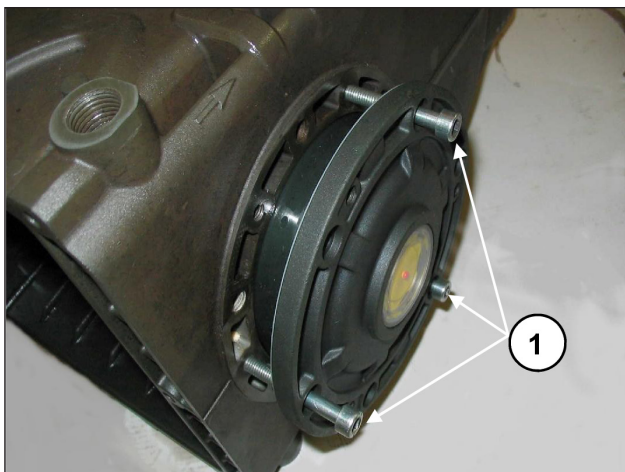
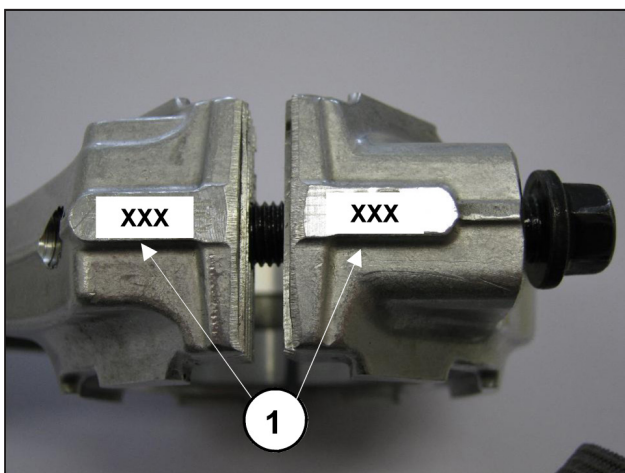

图 8
图 9
为了便于第一部分的注油和盖子在泵壳的插入，建议使用3个部分螺纹的M6×40螺丝(图 8, ①)，然后通过随附螺丝(M6x18)完成操作。
将连杆帽连接到相应连杆柄，注意编号（图 9，部件号①）。
将两个侧盖靠近泵壳时，可如图8所述在初步定向阶段时使用3个M6X40螺丝，并在最后固定时使用预定的螺丝。在连杆已连接时，轴的转动扭矩不得超过8牛米的数值。
拆除侧盖后，如2.1.1一节所示，从相应盖上拆除轴承外环螺母，从轴的两端拆除内环螺母连同轴承的剩余部分，可利用一个普通的“尖冲头”或之类工具，如图8和图9所示。